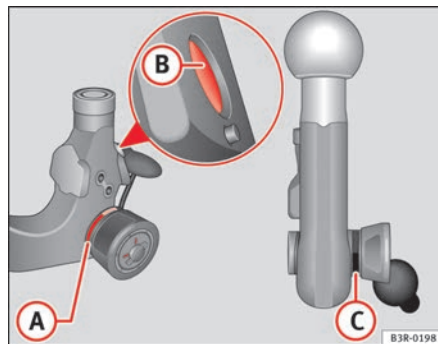

Fig. 151 Dispositivo di traino asportabile Gancio a testa sferica
- Controllare che il contrassegno rosso **A** ⇒ fig. 151 della rotella si trovi in corrispondenza del contrassegno nero sul gancio.